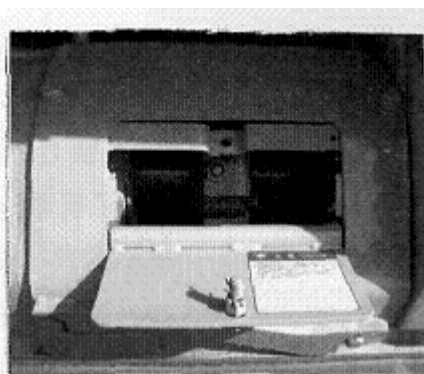

Рис. 5-18
- 2) регулировочный шток натяжного колеса (2 точки) (Рис. 5-18)